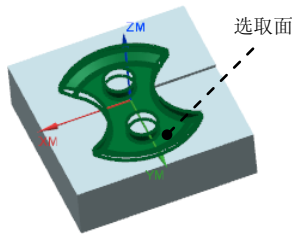

图 21.17 指定切削区域
Step2. 在绘图区中选取图 21.17 所示的切削区域（共 31 个面），单击 **确定** 按钮，系统返回到“深度加工轮廓”对话框。